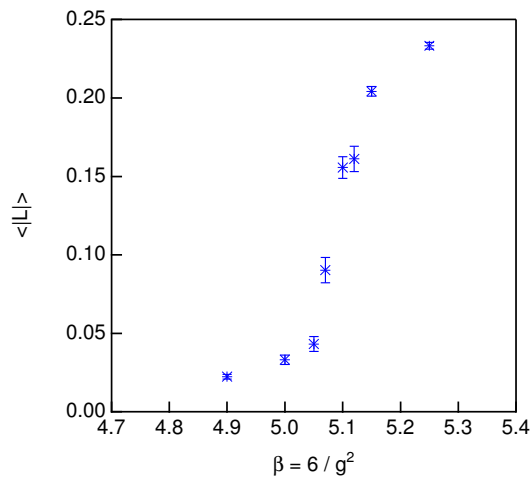

Figure 3: Lattice $6^3 \times 2$, $\beta_c \approx 5.07$
- ゲージ結合定数 β は Fig.3 を参考にして選んで下さい。